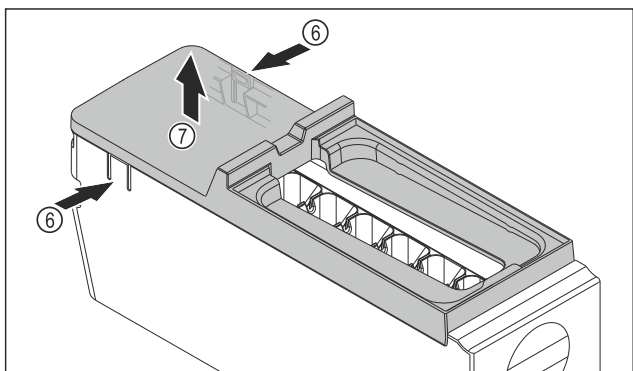

Fig. 106
- ▶ Зняти кришку з корпусу EasyTwist-Ice: натиснути однією рукою на накладки Fig. 106 (6) з обох боків корпусу EasyTwist-Ice.
- ▶ Зняти кришку Fig. 106 (7), потягнувши її вгору іншою рукою.